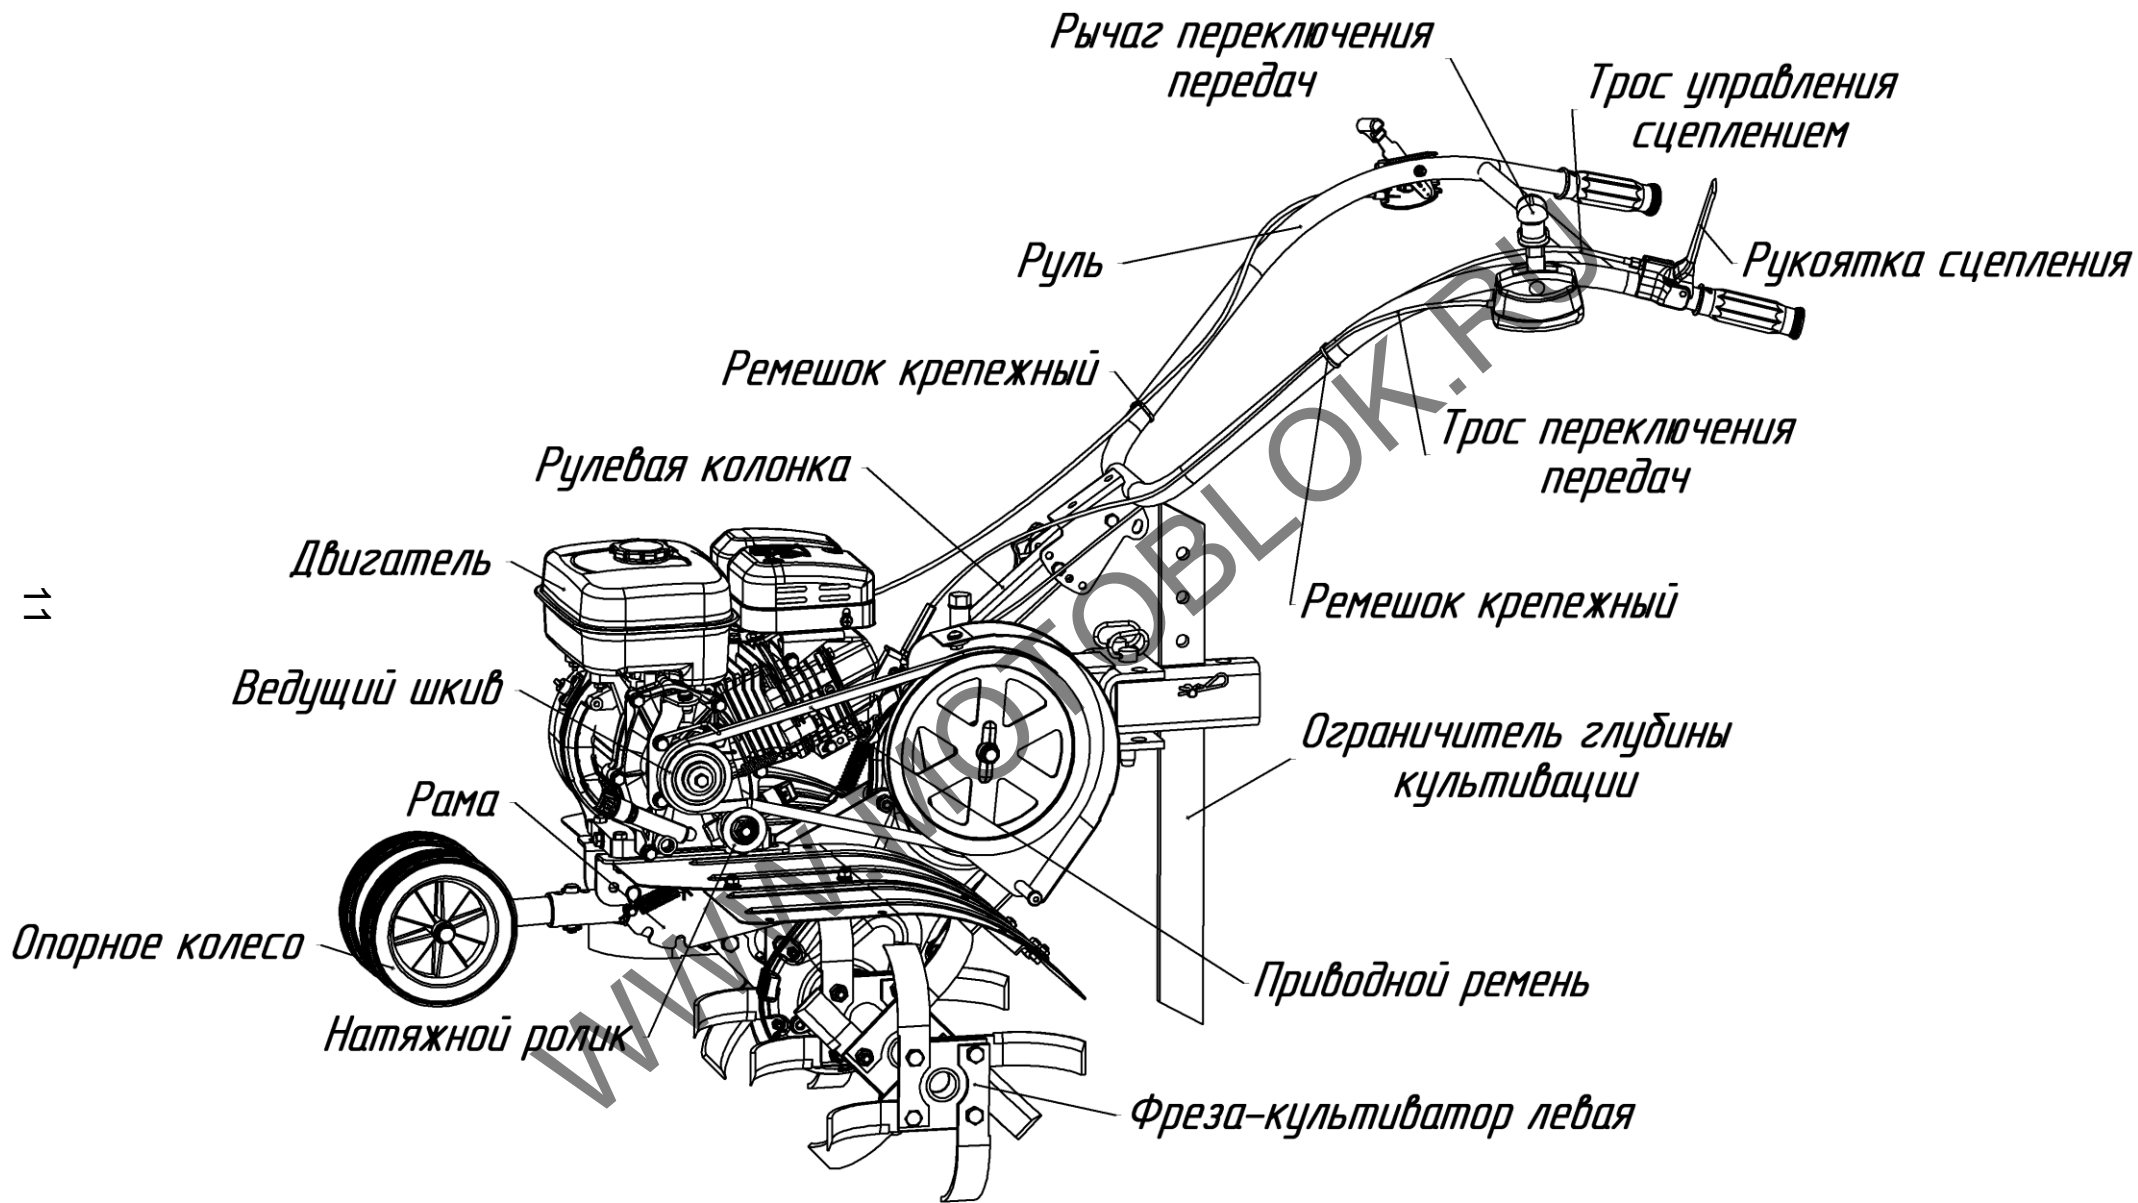

Рис.2 Мотокультиватор МК200. Общий вид (вид слева, защитный кожух снят)
Рычаг переключения передач (рис.2, 5) – расположен на левой рукоятке руля.
Переключение передач производится перемещением рычага на руле (рис.2): две передачи вперед (1 и 2), одна – задний ход (R), промежуточные положения – нейтральные (N).
Рукоятка сцепления (рис.2, 6) – расположена на левой рукоятке руля, предназначена для включения/выключения сцепления.